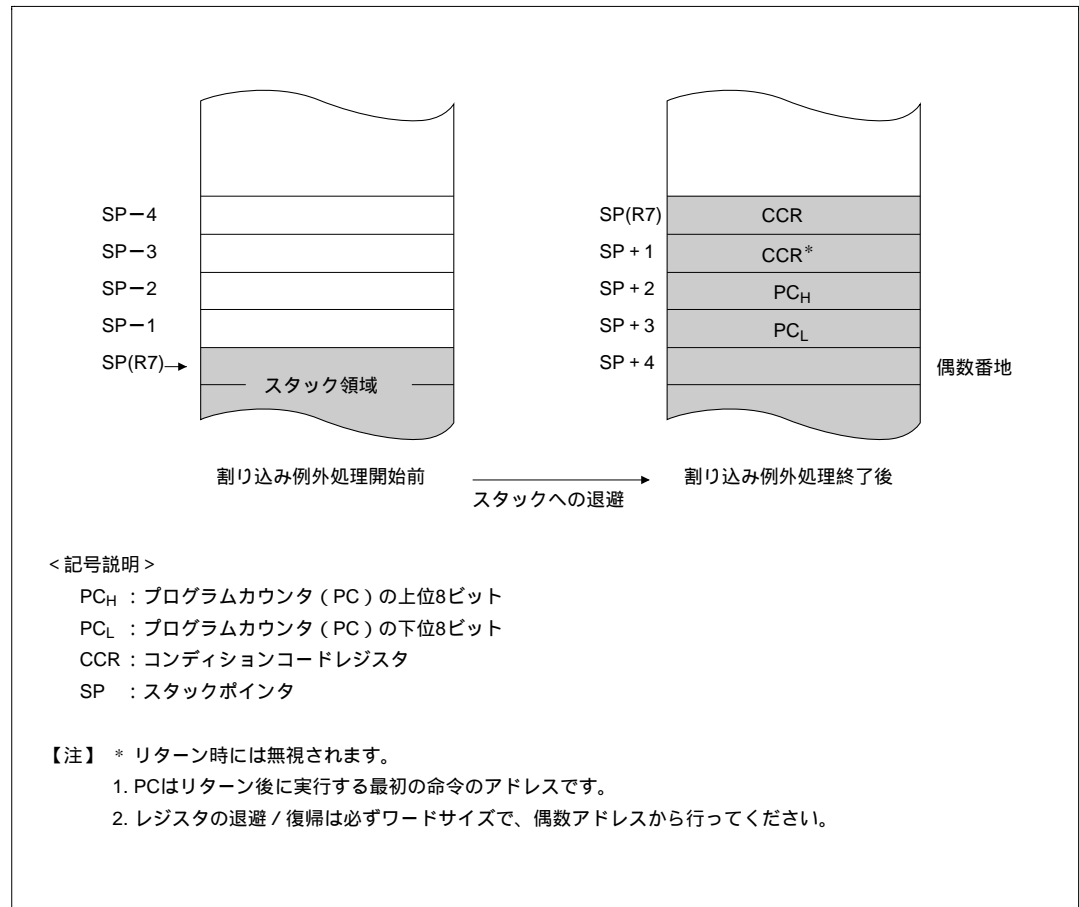

図 3.4 割り込み例外処理終了後のスタック状態
- (1) 外部割り込み端子入力、および周辺モジュールにより割り込み要因が発生すると、割り込みコントローラに対して割り込み要求信号が送られます。
- (2) 割り込みコントローラは、割り込み要求信号が送られてくると NMI を除いて割り込み要求フラグをセットします。
- (3) 対応する割り込み許可フラグが1にセットされている割り込みの中で、最も優先順位の高い割り込み要求が選択され、その他は保留となります（表 3.2 を参照してください）。
- (4) CCR の I ビットを参照し、I ビットが0にクリアされているときは、最も優先順位の高い割り込み要求が受け付けられます。I ビットが1にセットされている場合は、NMI を除いて割り込み要求は保留となります。
- (5) 割り込み要求が受け付けられると、実行中の命令が終了した後、PC と CCR がスタック領域に退避されます。このときのスタックの状態を図 3.4 に示します。スタックされる PC は、リターン後に実行する最初の命令のアドレスを示しています。
- (6) CCR の I ビットが1にセットされます。これにより NMI を除くすべての割り込みは禁止されます。
- (7) 受け付けた割り込みに対応するベクタアドレスを生成し、そのアドレスが示す内容をリードし、PC に転送します。その後 PC で示されるアドレスからプログラムの実行を開始します。